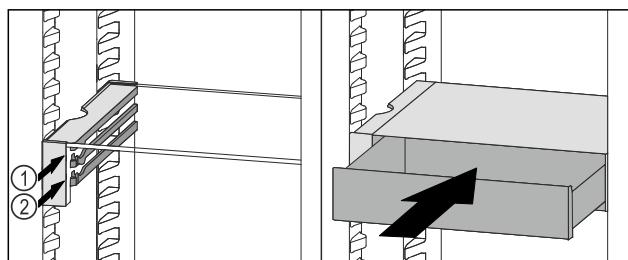

Fig. 116
- Nasadte zásuvku VarioSafe za zarážky na požadovaném žebru Fig. 116 (1) nebo Fig. 116 (2).